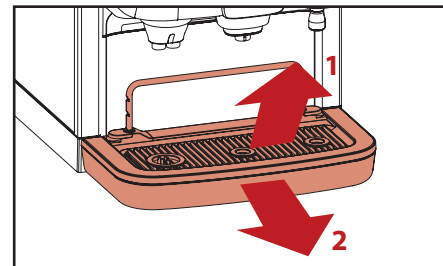

Fig. 5.3 - Enlevez le support de tasses & le bac de récupération
2. Enlevez le support de tasses en soulevant la barre (fig 5.3, 1).
3. Enlevez le bac de récupération (fig 5.3, 2).